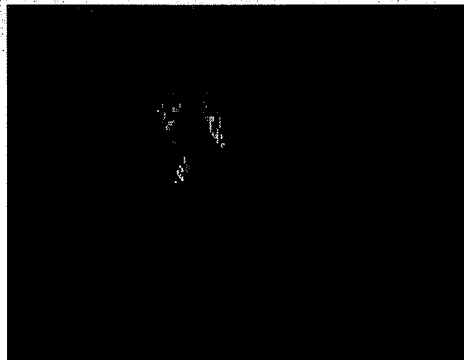

Figura 15
1. Extraiga la tapa del depósito de solución. Consulte la figura 15.